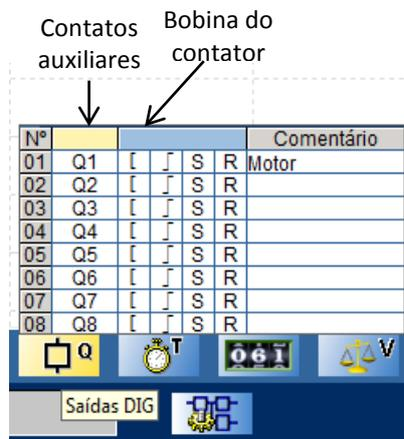

Figura 10 Endereçamento de saída no software Zelio Logic
Procedimento similar deve ser feito com a saída (Q). O *software* Zelio Logic possui diversos tipos de bobinas. Escolha a bobina do tipo de contador, como ilustra a Figura 10.